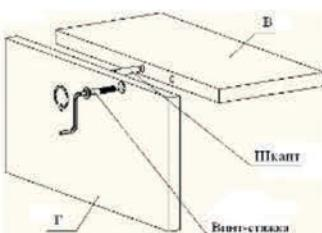
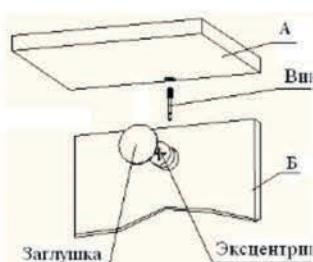

Рис. 1
Рис. 2
3. Собрать каркас стола журнального. Для этого соединить детали поз. № 1 и бруски поз. № 3, 3' стяжкой эксцентриковой (Рис.2), а деталь поз. № 2 с брусками винтом стяжкой «Confirmat» (Рис.1).